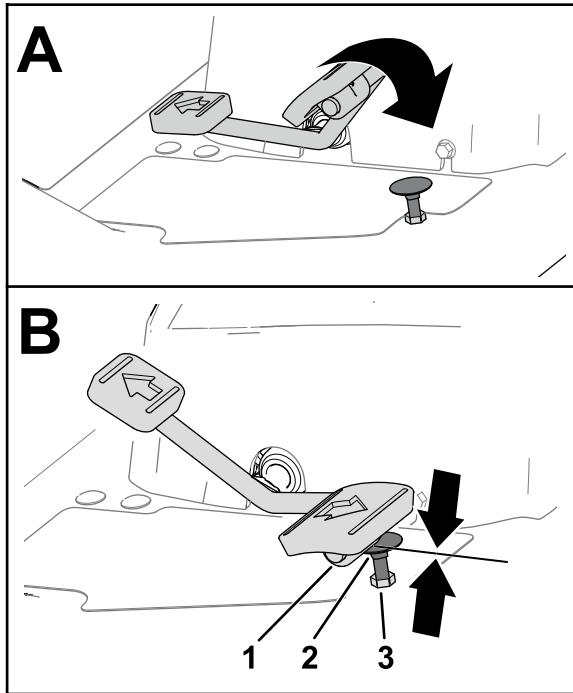
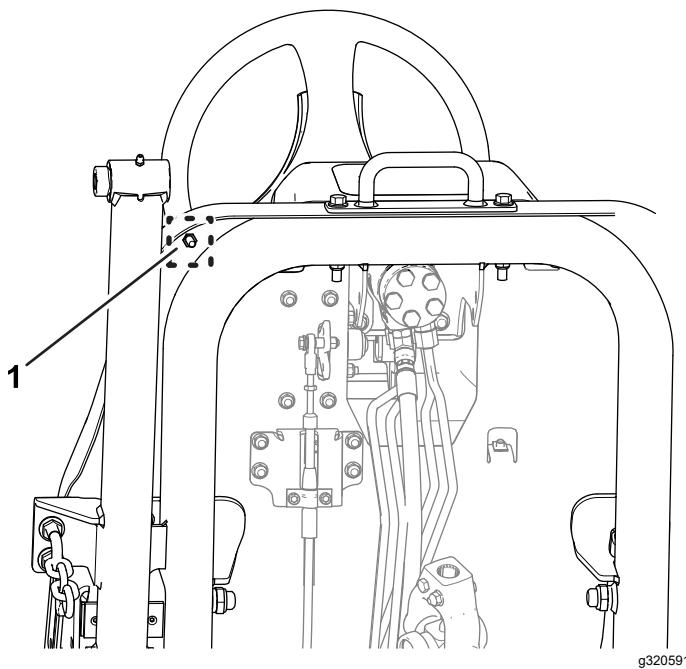

図 76
図 77
1. 走行ペダルを前進一杯に押し込む図 76。
- A. レンチでペダルストップを押さえる図 76。
- B. フットレストプレートの底部についているジャムナットをゆるめる図 77。
- C. 走行ペダルを前進一杯にする図 76。
- D. ペダルストップを押さえておいて、フットレストプレートの上側にあるジャムナット図 76を調整して走行ペダルをストップに接触させる。
- F. ペダルストップを押さえた状態でフットレストプレート底部のジャムナット図 76 と 図 77を  $37-45 \text{ N}\cdot\text{m}$   $3.7-4.6 \text{ kg}\cdot\text{m} = 27-33 \text{ ft-lb}$  にトルク締めする。